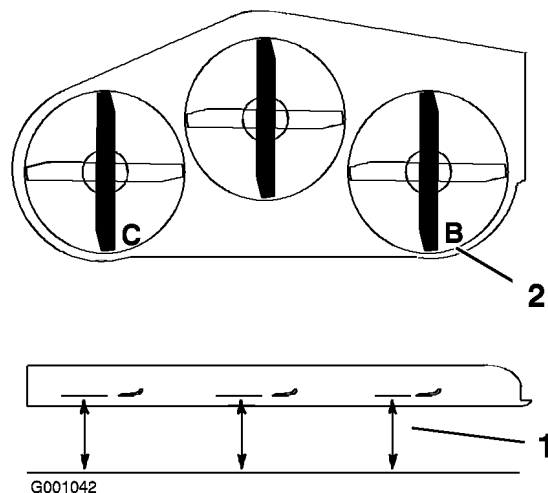

Figura 60
1. Coloque la cuchilla derecha en posición longitudinal (Figura 60).
2. Mida la cuchilla derecha en la posición **B** desde una superficie nivelada hasta el filo de corte del extremo de la cuchilla (Figura 60).
4. Coloque la cuchilla izquierda en posición longitudinal (Figura 60).
5. Mida la cuchilla izquierda en la posición **C** (Figura 60) desde una superficie nivelada hasta el filo de corte del extremo de la cuchilla.